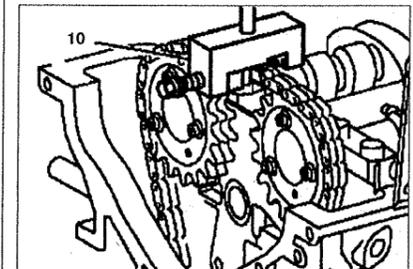

Рис. 2.22. Установите пресс **10 на цепь и запрессуйте пластину настолько это возможно.**
12. Установите пресс **10** на цепь и запрессуйте пластину настолько это возможно (см.рис.2.22).